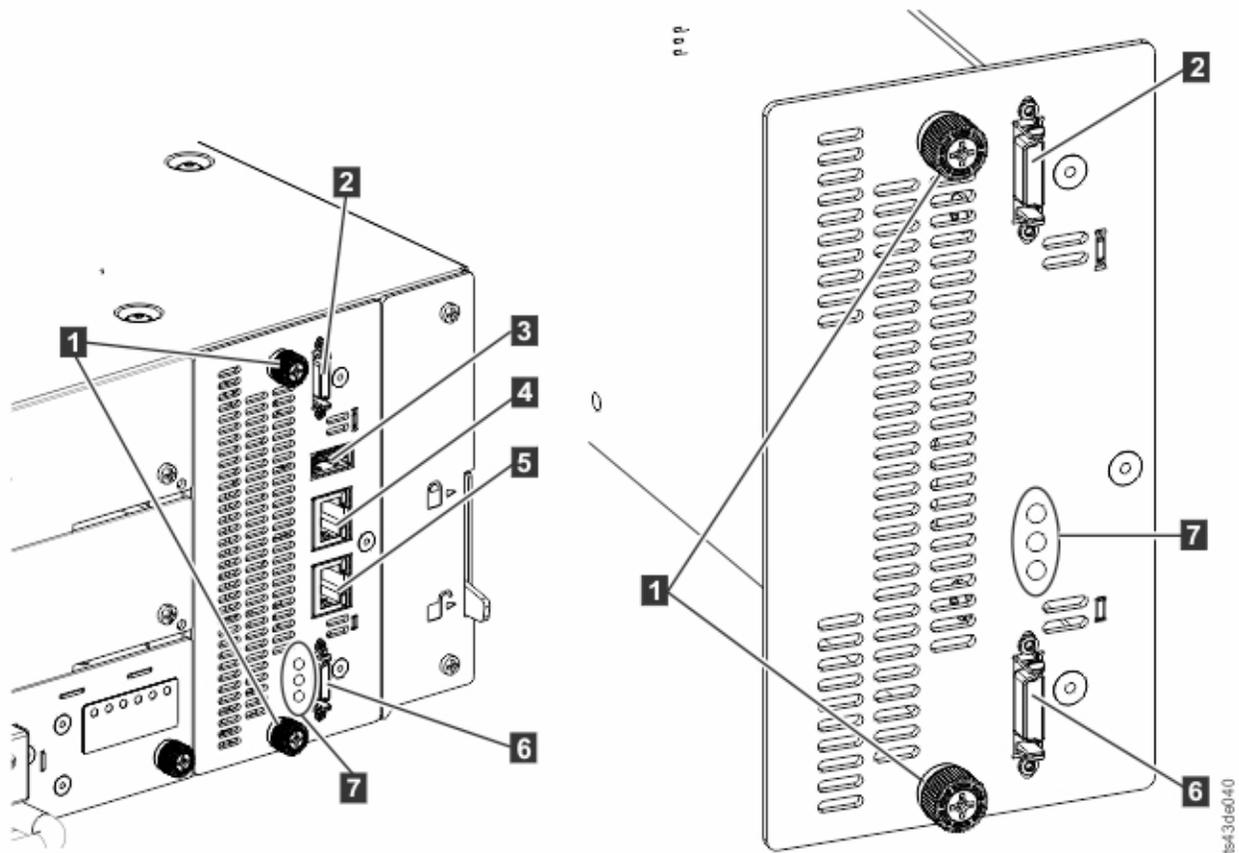

图 68. 控制器卡组件
3. 拔下以太网电缆（**4** 和 **5**）和 USB 电缆（**3**）（如果存在）。（扩展模块没有以太网或 USB 端口。请参阅第 118 页的图 68）。
4. 更换之前拔下的扩展互连电缆（**2** 和 **6**）、以太网电缆（**4** 和 **5**）以及 USB 电缆（**3**）。（扩展模块没有以太网或 USB 端口。请参阅第 118 页的图 68）。